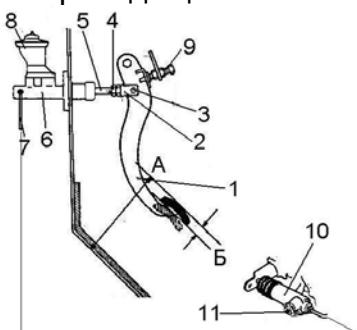

Рис. 3-2. Привод сцепления.
Привод выключения сцепления гидравлический и состоит из главного 6 (см. рис. 3-2) и рабочего 10 цилиндров, педали 1 сцепления, трубы 7 гидропривода выключения сцепления и шланга. Педаль сцепления соединена с главным цилиндром при помощи толкателя 5, который имеет регулировочный узел.
- очистите бачок гидропривода главного цилиндра 8 (рис. 3-2) и штуцер прокачки 11 рабочего цилиндра для прокачки от пыли и грязи;